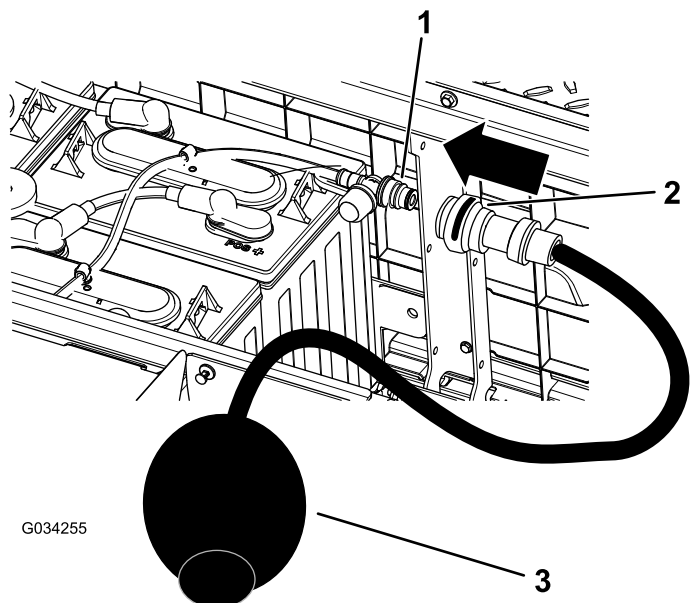

図 38
4. 水補給口に、トロの水補給用ハンドポンプをつなぐ 図 38。